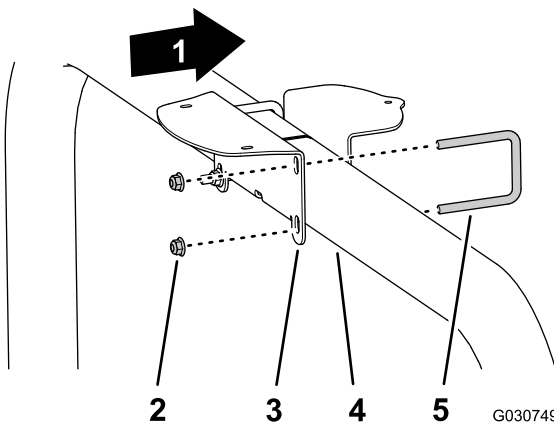

Figura 149
- Si la máquina está configurada con un sistema GNSS (sistema global de navegación por satélite) con sistema WAAS (sistema de aumento de área ancha), monte el soporte del receptor en el tubo del ROPS (Figura 149) con 2 pernos en U y 4 contratueras con arandela prensada ($\frac{3}{8}$ ").